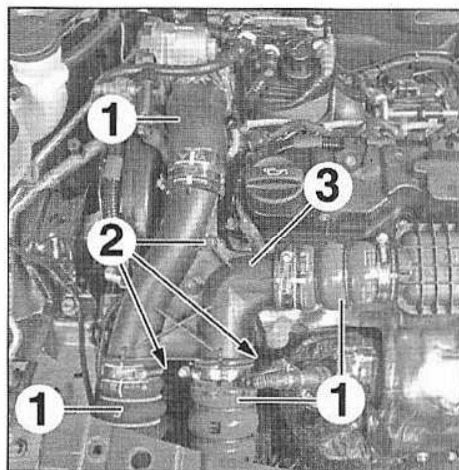

FIG.90
- Débrancher les conduits d'air (1) (Fig.90).
- les vis (2),
- le boîtier d'air de suralimentation (3).